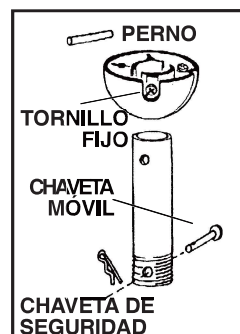

FIG. 7
**Paso 3.** (Fig. 7) Afloje el tornillo fijo de la esfera de soporte y quitela del tubo de montaje. Quite la chaveta de seguridad y la chaveta móvil.